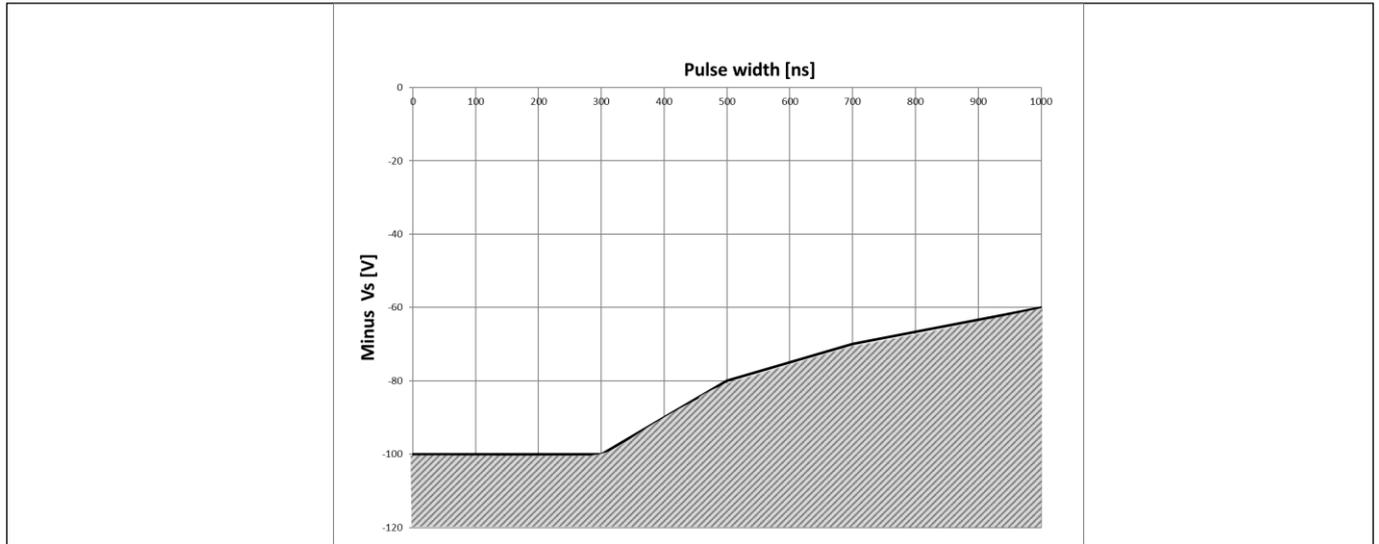

图 22 2ED2109 (4) S06F (J)的负 V_S 瞬态 SOA @ $V_{BS}=15\text{ V}$
英飞凌的 HVIC 专为满足当今众多严苛应用的稳健性要求而设计。图22展示了2ED2109 (4) S06F (J)的稳健性，其中基于重复的负 V_S 尖峰，2ED2109 (4) S06F (J)的安全工作区 (SOA) 为 $V_{BS} = 15 V$ 。如果负 V_S 瞬变电压落在灰色区域（超出 SOA），则可能导致 IC 永久性损坏；反之，如果负 V_S 瞬变电压落在 SOA 范围内，则不会出现不必要的功能异常或 IC 永久性损坏。